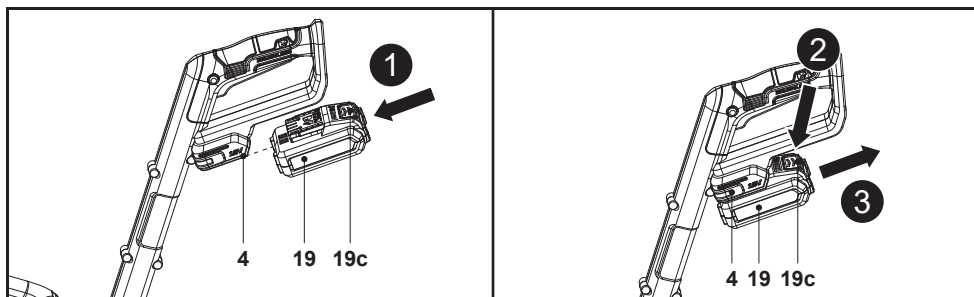

Fig. 2
Montarea: Aliniaza acumulatorul (19) cu portul de conectare (4) și glisează-l înăuntru. Asigură-te că se fixează în poziție (fig. 2).
Demontarea: Apasă butonul de eliberare (19c) și scoate acumulatorul (19) din portul de conectare (4) (fig. 2).
1. Conectează ștecărul (20a) încărcătorului (20) la o sursă de alimentare adecvată.
2. Aliniaza acumulatorul (19) cu portul de conectare (20d) și glisează-l până când se fixează în poziție (fig. 2).